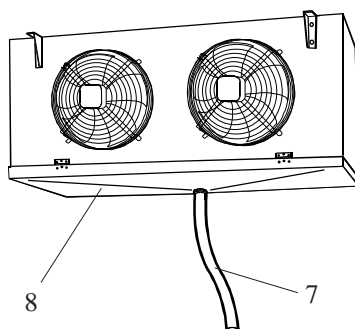

Fig 11
Anslutning av kondensledning (7) till droppskålen (8) skivas på den gängade anslutningen (fig11), enligt dimension som redovisas i den tekniska broschyren.